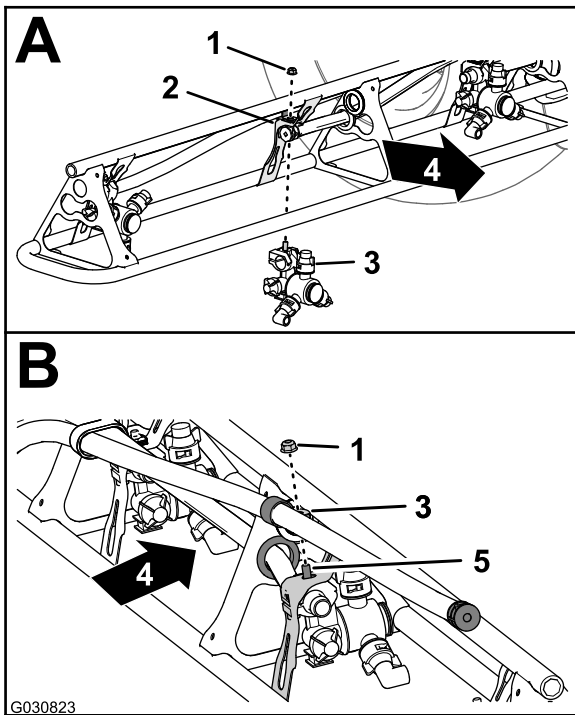

Figura 130
- En las posiciones de las boquillas 1 y 4, monte la boquilla de fumigación en el soporte de boquilla (Figura 130, A) con la contratuerca con arandela prensada (5/16") que retiró en el paso 2 de Retirada de las boquillas de fumigación de las secciones de fumigación exteriores (página 54).
- En las posiciones de las boquillas 2 y 3, monte la boquilla de fumigación en el soporte de boquilla (Figura 130, A y B) con la contratuerca con arandela prensada (5/16") que retiró en el paso 2 de Retirada de las boquillas de fumigación de las secciones de fumigación exteriores (página 54).